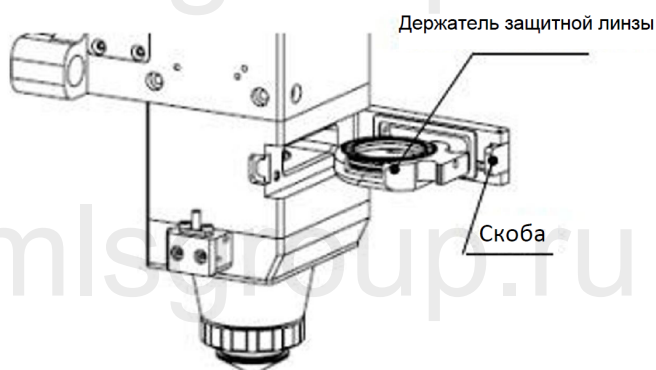

Рисунок 6.1 – Извлечение защитной линзы
- Откройте скобу, затем откройте крышку защитной линзы, извлеките держатель защитной линзы, взяв за ручку, как показано на рис. 6.1;
- Снимите сальник коллиматорной защитной линзы, извлеките держатель защитной линзы, взяв за ручку, как показано на рис. 6.1;